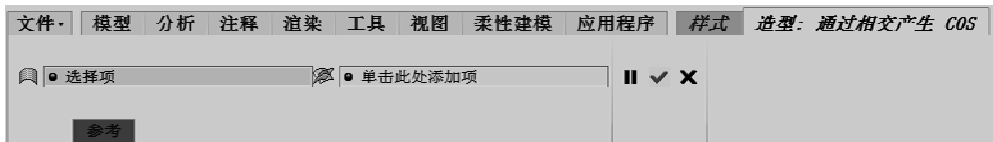

图 8-24 “造型：通过相交产生 COS”选项卡
① 进入“样式”设计环境，在“样式”选项卡的“曲线”面板中单击“通过相交产生 COS”按钮，打开如图 8-24 所示的“造型：通过相交产生 COS”选项卡。